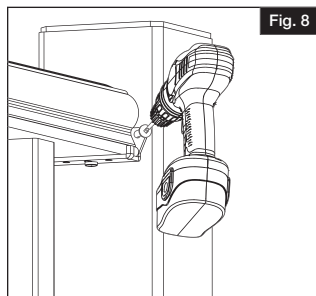

Fig. 8
- b. Instale los tornillos cuadrados #10 de $2\frac{1}{2}$ " (Fig. 8). Mirando de arriba abajo, compruebe que los tornillos penetren en el poste de madera (o espaciado de plástico del kit de instalación del poste) (Fig. 9).